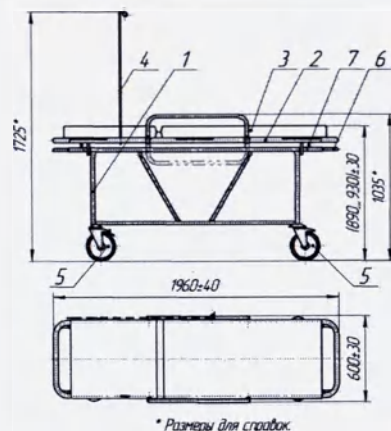

Рисунок 1. Тележка ТВ-ММ мод. 1230
2.3. Габаритные размеры, мм	См. рис. 1, 2, 3
4.1. Изделие (см. рисунок 1) состоит из: тележки одноуровневой 1, съёмных носилок жёстких НЖ-1ММ 2 с откидными боковыми ограждениями, съёмных носилок-матраца НМ-ММ 3 и стойки капельницы 4.
4.2. Тележка одноуровневая 1 (см. рисунок 1) изготовлена из стальных труб с покрытием порошковым полимерным и оснащена самоориентирующимися колёсными опорами 5, две из которых являются ведущими. Ручки тележки 6 изготовлены из стальных труб с покрытием из трубки ПВХ.
- рамы с продольными брусками 8 из алюминиевого сплава на четырех жестких опорах 12 и ручек 9 из стальных труб с покрытием из трубки ПВХ. Для установки стойки капельницы 4 (см. рисунок 1) из нержавеющей трубы на брусках 8 имеются отверстия.
4.4. Фиксация съёмных носилок жёстких НЖ-1ММ 2 (см. рисунок 1) на тележке одноуровневой 1 от поперечного и продольного смещения обеспечивается опорами 12 на носилках и штырьковыми фиксаторами 7 на тележке.